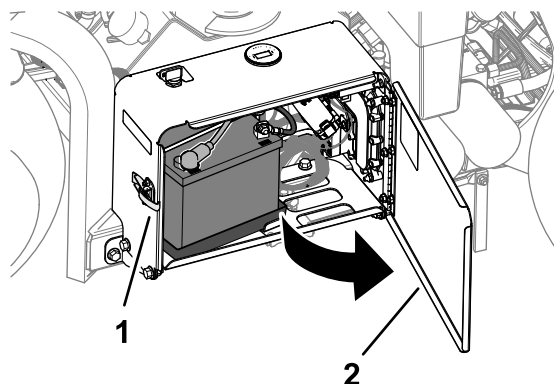

Figura 158
1. Sbloccate lo sportello del vano batteria e apritelo (Figura 158).